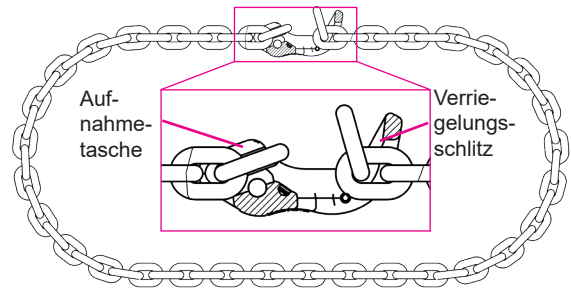

Abb. 11: Montage Kranzkette
- Bei Kranzketten ist die kürzeste Verkürzungsmöglichkeit wie folgt (Abb. 11):